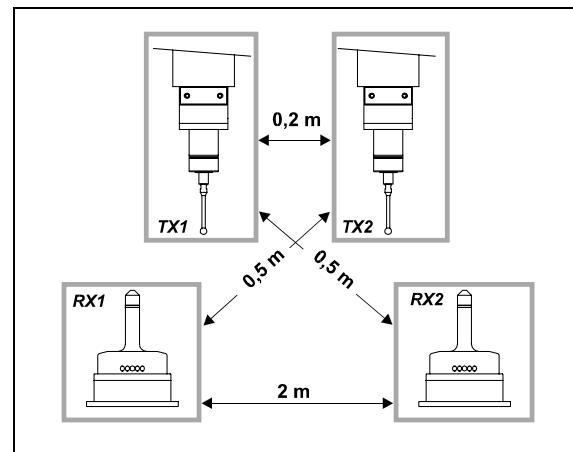

Abbildung 6-2. Abstand bei Verwendung von mehreren Systemen
**HINWEIS:** Bei Verwendung von 2 Systemen auf ein und derselben Maschine (z.B. Bearbeitungszentren mit Doppelspindel), ist neben der Einhaltung der den in Abbildung 6-2 angegebenen Abstände die Verwendung von zwei NICHT benachbarten Kanälen und der Identifikationscodes "A" und "D" erforderlich.